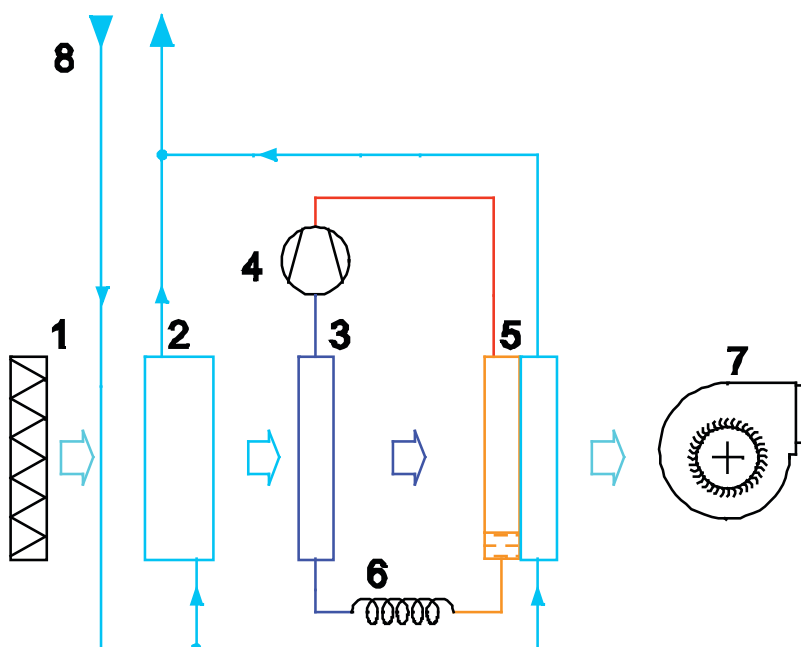

Fig. 1 Schema del deumidificatore D24
In fig. 1 è schematizzato il funzionamento, denominato ad aria neutra. L'aria, filtrata attraverso la sezione filtrante (1), subisce un preraffreddamento tramite lo scambiatore ad acqua refrigerata (2) proveniente dal collettore dell'impianto radiante(8). L'utilizzo dell'acqua refrigerata per preraffreddare l'aria è fondamentale per l'efficienza del processo, perché in questo modo è possibile rendere minimo l'impegno di potenza elettrica del compressore frigorifero (4).